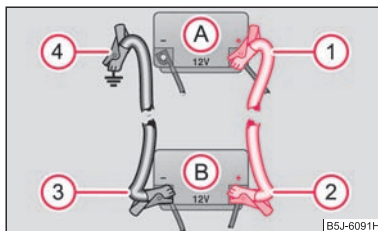

Fig. 157 Executarea pornirii cu ajutorul bateriei altui autovehicul: A - bateria descărcată, B -bateria furnizoare de curent
- Prindeți un capăt la polul plus ① ⇒ fig. 157 al bateriei descărcate ①.
- Prindeți celălalt capăt la polul plus ② al bateriei care furnizează curent ②.